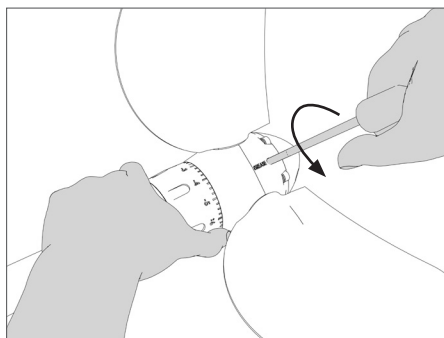

FIG. 42 | Dévissage du bouchon de graissage
- Dévisser le bouchon du trou de graissage à l'aide d'une clé Allen (Fig. 42).